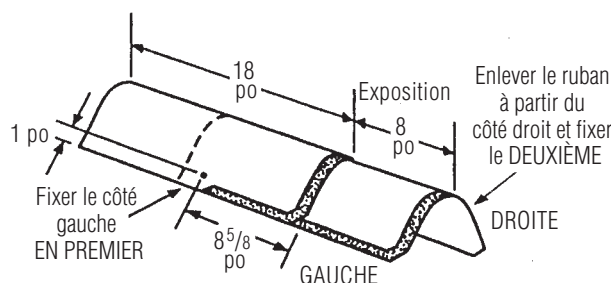

Figure 15-15 : Pose de bardeaux Shangle Ridge® sur les arêtes et les faîtes.
7. Clouer chaque bardeau pour faîtes et arêtes au moyen de deux clous (Figure 15-15). Les clous doivent être longs de 1 3/4 po (45 mm) ou plus, de façon à ce qu'ils pénètrent dans la dalle de 3/4 po (19 mm) ou qu'ils la traversent d'au moins 1/8 po (3 mm). Laisser 8 po (203 mm) du bardeau exposé le long de la ligne de faîte ou d'arête et recouvrir tous les clous.